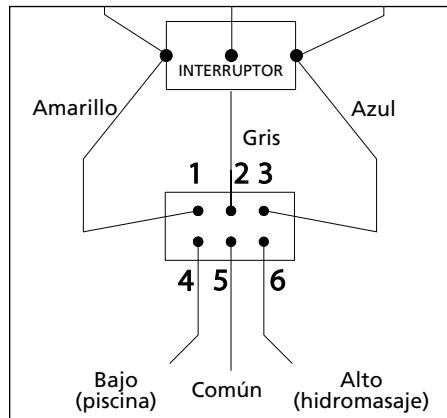

Figura 5 – Conexión a un sistema remoto de 3 cables
- Vea la figura 5 para el diagrama de cableado con el sistema remoto de 3 cables